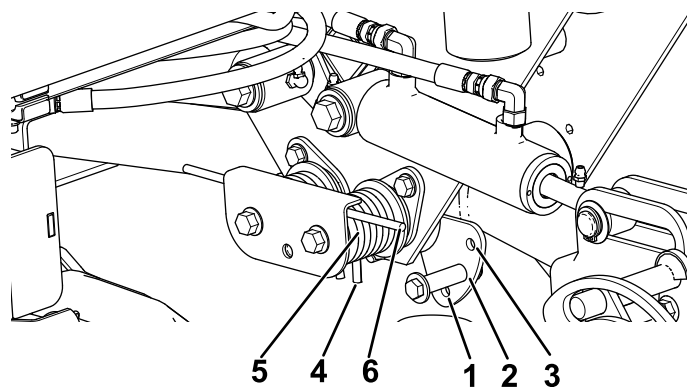

Figura 45
2. Insira um tubo ou objeto semelhante na extremidade longa da mola para aliviar a tensão durante o ajuste (Figura 45).
3. Ao libertar a pressão da mola, remova o parafuso e a porca que fixam o atuador de mola ao suporte (Figura 45)
Para alterar as configurações da pressão descendente, a chapa de fecho deve ser removida para trocar as duas molas de um lado e a perna curta da mola deve agora encostar-se à borda superior do conjunto do fecho (Figura 45).